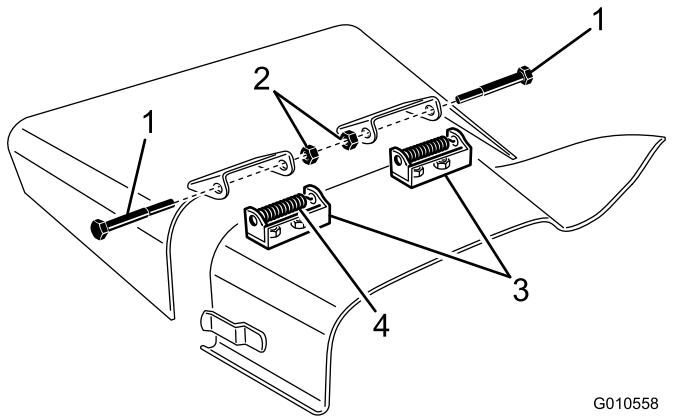

Figura 31
4. Togliete le 2 viti a testa cilindrica, i dadi di bloccaggio e le molle che fissano i supporti del deflettore alle staffe orientabili (Figura 31).
5. Per rimuovere le staffe orientabili, togliete i bulloni a testa tonda e i dadi (**Figura 31**).